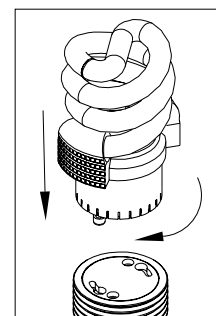

Figure 4
11. To install Integrated Lamp/Ballast (10) insert pins into Socket (7) and rotate clockwise until secure. See Fig. 4.
11. Para Instalar la Lámpara/Balastro Integrada (10) inserte las clavijas en el enchufe (7) y gire hacia su derecha hasta que quede segura. Vea Fig. 4.